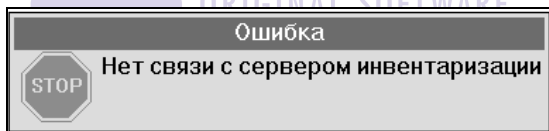

Рис. 410
1. Для проведения инвентаризации зарегистрируйтесь на терминале картой бармена, официанта или менеджера. Находясь в списке столов (в режиме официанта или бармена), еще раз проведите картой сотрудника по считывающему устройству кассы. В режиме менеджера выберете пункт «Отчеты по расходу», а в нем «Инвентаризация» (для режима «Fast-Food»). (КЛ: Находясь в списке столов (в режиме официанта или бармена), нажмите клавишу [Кол-во].) Для режима «Fast-Food» не реализовано. Если кассовый сервер не сможет подключиться к серверу инвентаризации, появится сообщение об ошибке, представленное на Рис. 410: